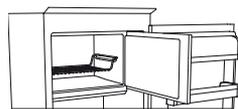
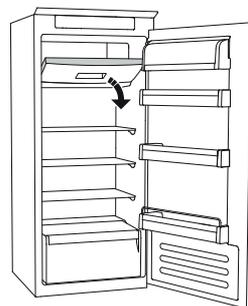

рис. 1
рис. 2
- разместите продукты на решетке, если таковая имеется (см. рис. 1), или непосредственно на дне камеры (рис. 2)
- размещайте продукты посередине  камеры так, чтобы они не касались уже замороженных продуктов, сохраняя между ними расстояние около 20 мм (рис. 1 и 2).
СИСТЕМА STOP FROST (имеющаяся на некоторых моделях) облегчает процедуру размораживания морозильной камеры. Приспособление STOP FROST (рис. 1) предназначено для сбора части наледи, образующейся в морозильной камере. Т.к. оно легко снимается и чистится, это снижает время, необходимое для ее размораживания.
- Откройте дверцу морозильной камеры и выньте верхний ящик (рисунок 2).